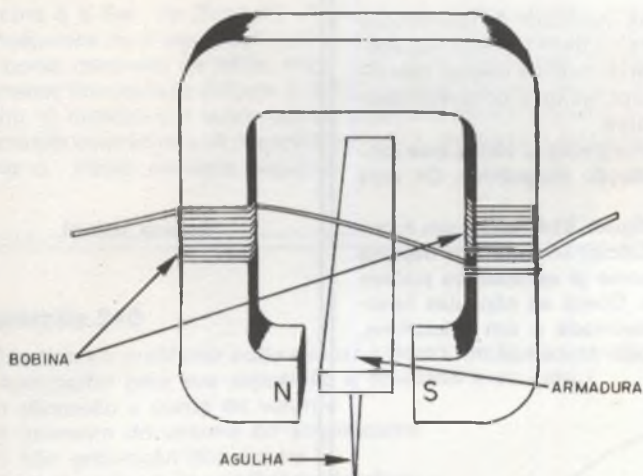

figura 315
b) Cápsula fonocaptora de relutância variável — na figura 315 temos a maneira como é construída esta cápsula.